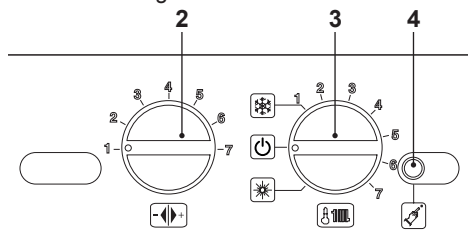

Figura 5.41
- Per uscire dalla programmazione posizionare il selettore di funzione/manopola regolazione temperatura riscaldamento 3 come indicato in Figura 5.41.